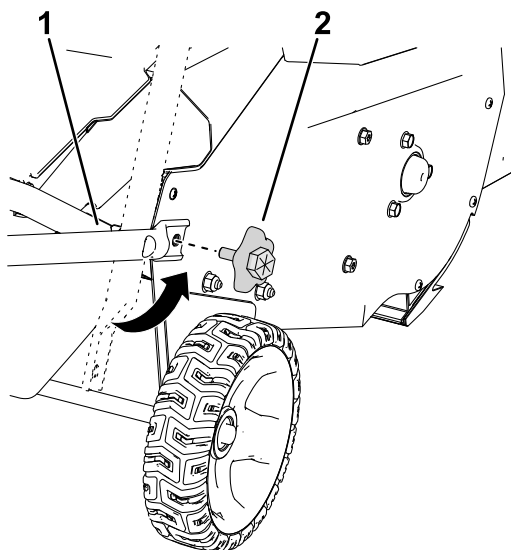

Figure 6
5. Dépliez la partie inférieure du guidon en place et installez les boutons inférieurs comme montré à la Figure 6.